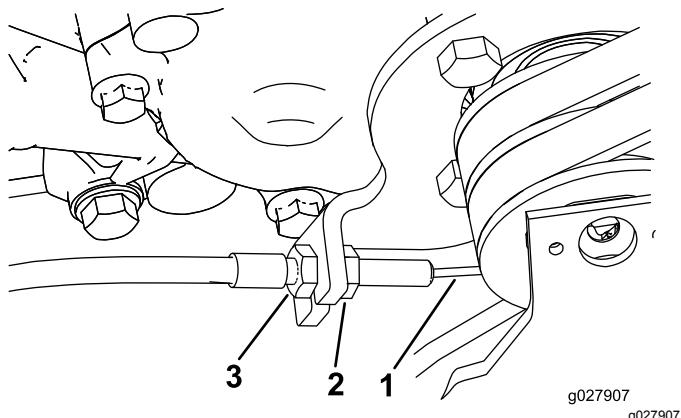

图44
3. 要消除牵引控制的松弛应松开前拉线锁紧螺母紧固后拉线锁紧螺母图44直至所有松弛都消除。